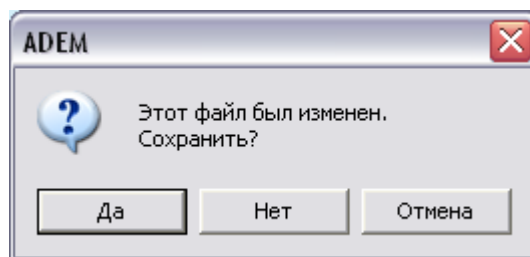

Рис. 4. Окно сообщения «ADEM».
2. Если появится диалог (см. Рис. 4), то нажмите **Да** – сохранить текущий документ, **Нет** – не сохранять текущий документ, **Отмена** – отменить выход из системы.